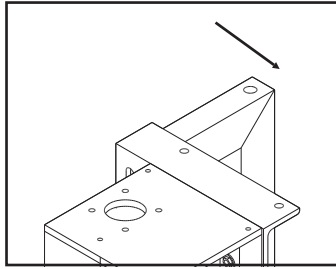
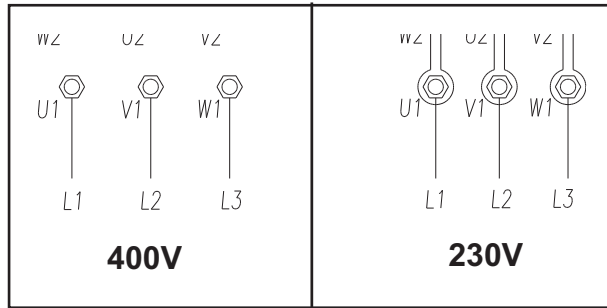

Fig.54 Abb.54
Fig.55 Abb.55
foro posto nella flangia di sostegno del quadro elettrico (fig.54).
(Fig.55) e sostituire inoltre il relè termico richiedendo lo stesso al
the motor and transformer connections (see Fig.55) and replace
2) Effectuer le raccordement de puissance et de commande sur les bornes du coffret électrique en passant le câble par le trou prévu au sommet du support du coffret électrique (fig.54). L'élévateur est câblé en usine pour un fonctionnement en 380V Triphasé. Au cas où la tension d'alimentation est de 230V Triphasé, il est nécessaire de modifier les connexions du moteur et du transformateur (Fig. 55), et de remplacer le relais thermique par un modèle approprié à commander auprès du constructeur ou du service après vente.
2) Den Betriebs- und Steuerspannungsanschluß an das Klemmbrett der Schalttafel gemäß die Elektrische Schema an der Seite 8 als folgt ausführen: den Kabel in den Kabelverbindungskasten durch den in dem Support des elektrischen Schalttafels Loch (Abb. 54), gemäß das elektrische Schema, stecken. Der Hersteller liefert die Brücke für den Betrieb mit 400 V Drehstrom; falls eine andere Linienspannung vorhanden ist, müssen die Kontakte im Klemmbrett des Motors anders angeschlossen werden und es ist der Überbelastungsschalter und der Transformator (Abb. 55) in der Schalttafel auszuwechseln. Die auszuwechselnden Teile sind beim Hersteller und/oder beim Kunden dienst-Center anzufordern.